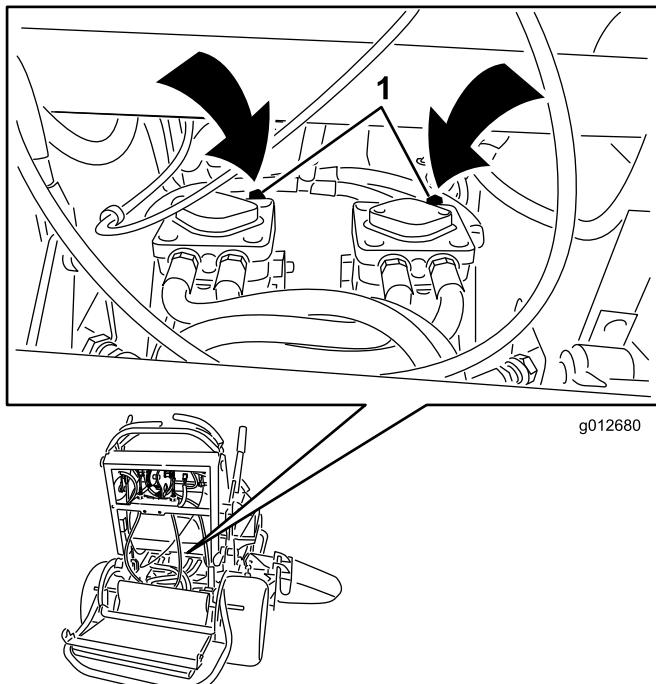

Figura 23
3. Aprite la valvola di bypass su entrambe le pompe facendole ruotare in senso antiorario di 1 o 2 giri (Figura 23).